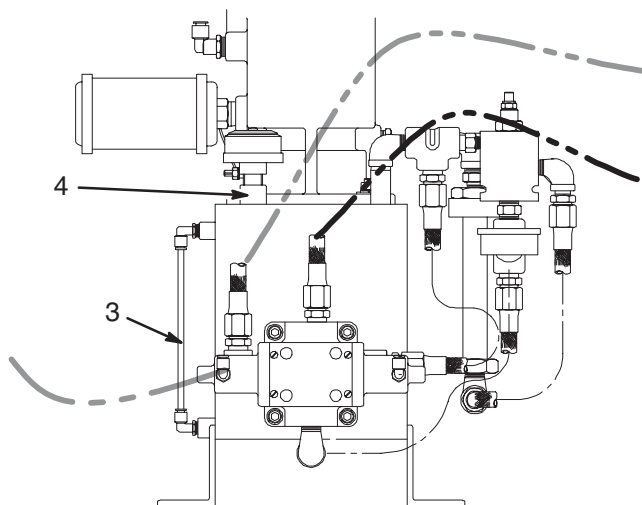

Fig. 9
Contrôler le niveau de fluide hydraulique de l'unité d'alimentation (Fig. 9). Il doit être entre 51 et 102 mm par rapport au haut de la jauge (3). Faire un appoint de fluide hydraulique, si nécessaire, via l'orifice de mise à l'air (4) (réf. Graco 169236).